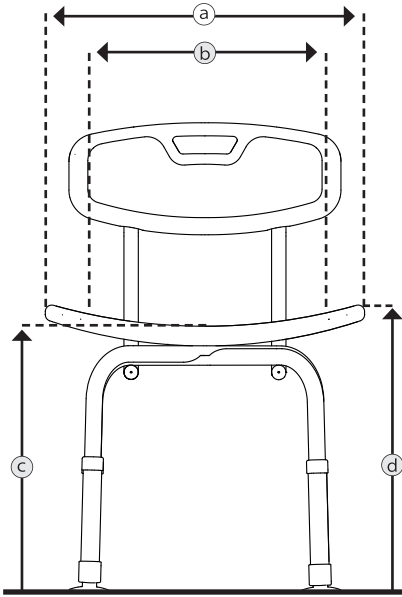

fig. 6
2. En vous asseyant, centrez-vous sur l'assise (fig. 6, 1) entre les cavités de préhension (gauche et droite, fig. 6, 2). Si nécessaire, faites-vous assister pour vous asseoir ou vous lever par un aidant.